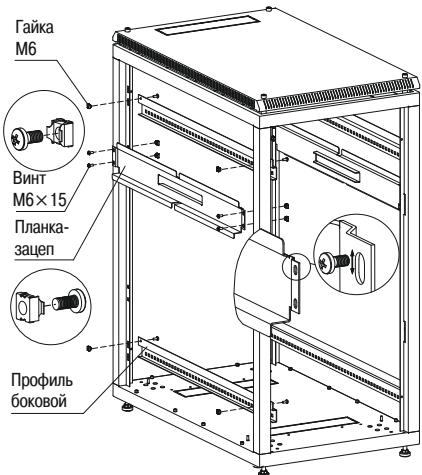

Рисунок 6 – Установка боковых профилей
3.1.6 Для закрепления профилей боковых и планок-защепов на стойках вставьте гайки M6 в квадратные отверстия стоек, закрепите винтами M6×15 с полукруглой головкой (рисунок 6). В шкафах высотой свыше 27 U предусмотрено три пары профилей боковых.